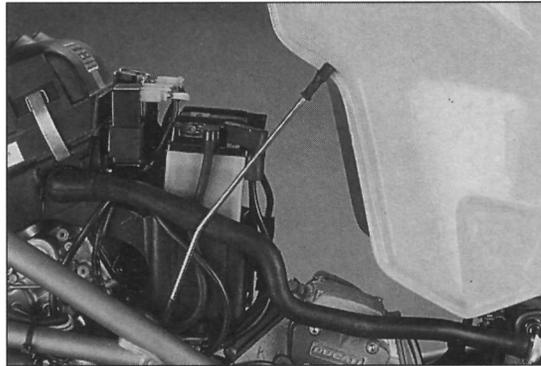

Bild 5
- Zur Wartung von Batterie, Luftfilter und der Zündspulen genügt es, Tank vorn zu entriegeln, nach oben zu klappen und mit Stütze zu sichern (Bild 5).
Schnalle hochklappen und abstützen (Bild 5).